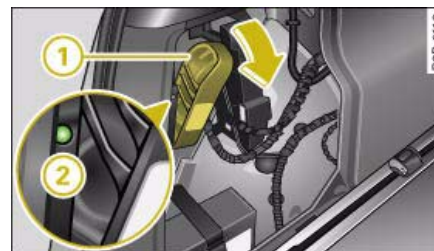

Fig. 200 Maletero: Empuñadura para desbloquear el dispositivo para remolque
- Tire de la empuñadura ① hacia fuera en la dirección de la flecha ⇒ *página 208*, fig. 200 ⇒ ⚠. El dispositivo para remolque está desbloqueado y pivota hacia abajo. El diodo ② pasa de estar iluminado en color verde a parpadear en color rojo.